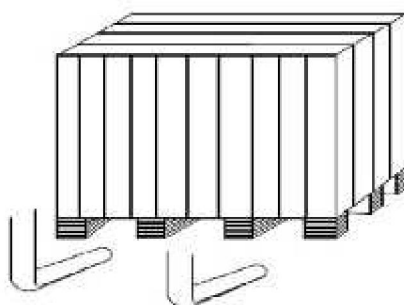

Рис.4
4.1.1. Убедившись в том, что упаковка вашего станка в хорошем состоянии, вы можете переместить станок для балансировки колес на место установки (Рис. 4). Выбор места установки должен соответствовать следующим требованиям: температура окружающей среды должна быть 0°-50°, а относительная влажность - ≤85%.